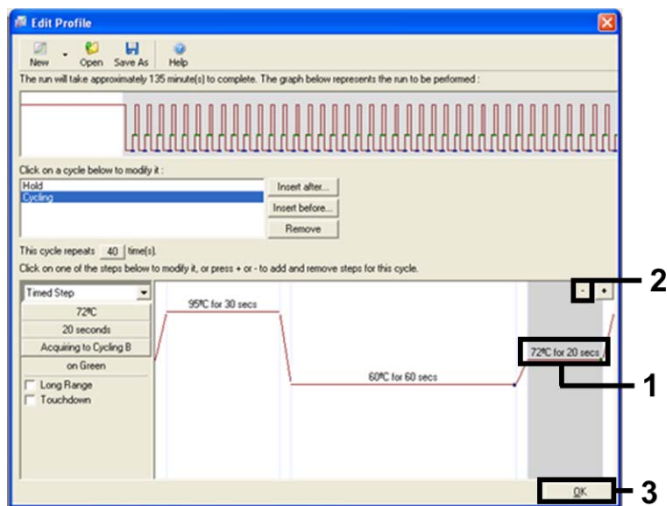

Figura 9. Remoção da etapa de extensão.
11. Realce a terceira etapa e clique no botão - para excluir. Clique em OK (Figura 9).